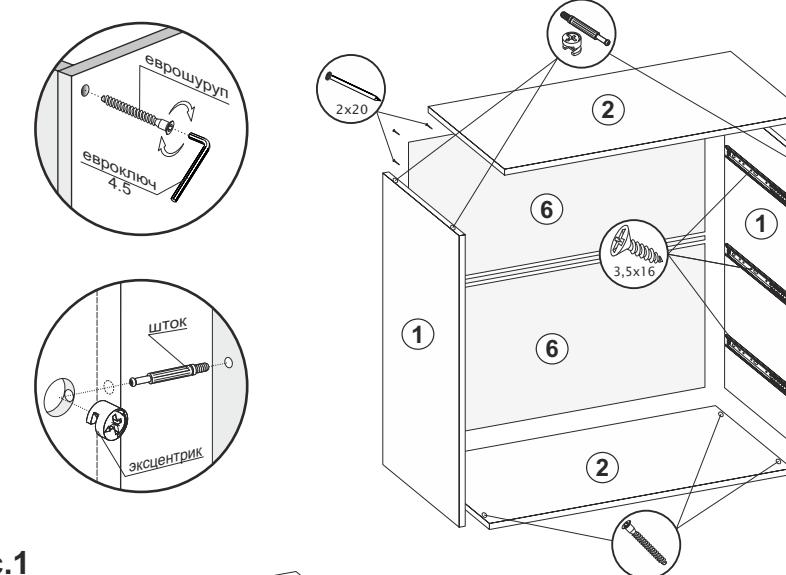

Рис.1
- Если у Вас комод на ножках, то шурупами 4x20 прикрутить опоры к нижней крыше (2). Оптимальное расстояние крепления опор 20 мм от каждого края крыши (2). Затем через центральное отверстие в опорах просверлить отверстия Ø8 в крыше (2) и стянуть их винтами M8x30 П/Ш и гайками M8 (рис.1).